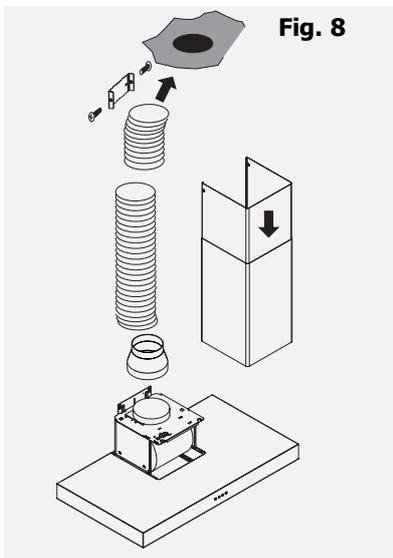

Fig. 8
- Dans le cas d'une gaine diamètre 125 mm, utilisez l'adaptateur fourni (fig. 8).
- Préparez votre cheminée télescopique en prenant soin de dissimuler les ouïes (fig. 8).